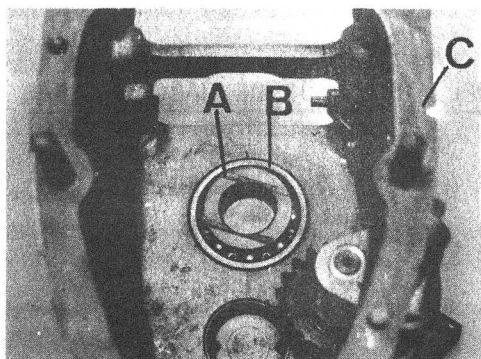

Fig. C1-104 Montaje cárter caja de velocidades
- 2.2. Colocar la arandela, A (Fig. C1-104) de reglaje axial sobre el rodamiento de forma que las ranuras de lubricación queden hacia el interior del cárter.